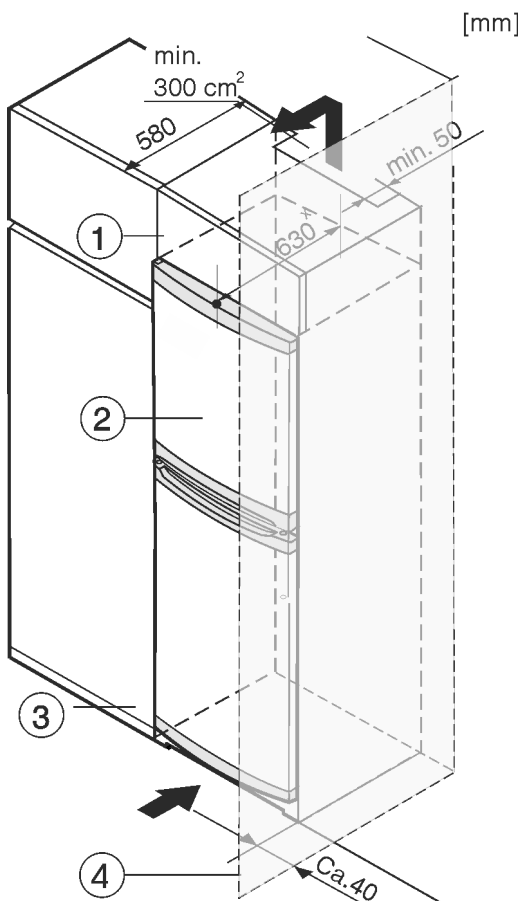

Fig. 8
(1) Rátétszekrény
(2) Berendezés
(3) Konyhaszekrény
(4) Fal
A készüléket körbe lehet építeni konyhaszekrényekkel. Rá lehet szerelni Fig. 8 (2) egy rátétszekrényt, hogy a készüléket a konyhabútorok magasságához Fig. 8 (1) igazítsa.
Ha a készüléket konyhaszekrényekkel építi körül (max. 580 mm mélységben), akkor a készüléket közvetlenül a konyhaszekrény Fig. 8 (3) mellé is felállíthatja. A készülék oldalt 34 mm * mértékben áll előrébb a konyhaszekrény előlapjához képest, a készülék közepénél pedig 50 mm * mértékben.
Ha a készüléket a zsanérjaival a fal Fig. 8 (4) mellé állítja, akkor a készülék és a fal közötti távolság legalább 40 mm kell legyen. Ez a fogantyú túlnyúlásának felel meg, amikor kinyitja az ajtót.